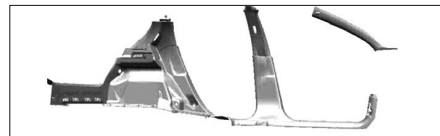

Fig. 95
- Dégager partiellement les garnitures intérieures (Fig.95).